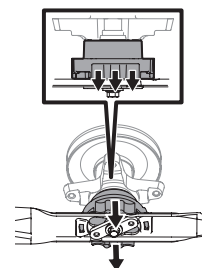

Figure 8
9. Vous entendrez un dé clic lorsque la lame est bien installée. Voir Figure 8.